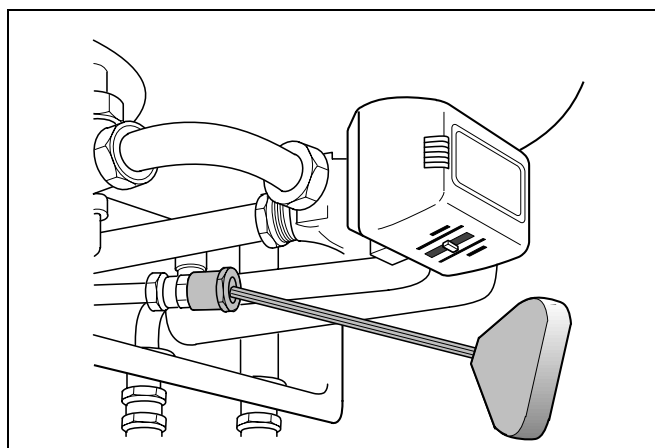

Fig. 23 Limitator de debit
- Se stabilește reglarea dorită la limitatorul de debit (fig. 23), de exemplu, pentru 60° C, la 6 l/min.